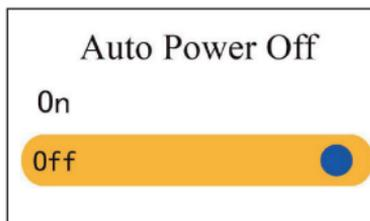

Figura 4.10D Configuración de apagado automático
- Apagado automático: Para Aactivar/Desactivar el modo de Apagado Automático, la configuración predeterminada de fábrica es “On” (encendido), como se muestra en la Figura 4.10D.